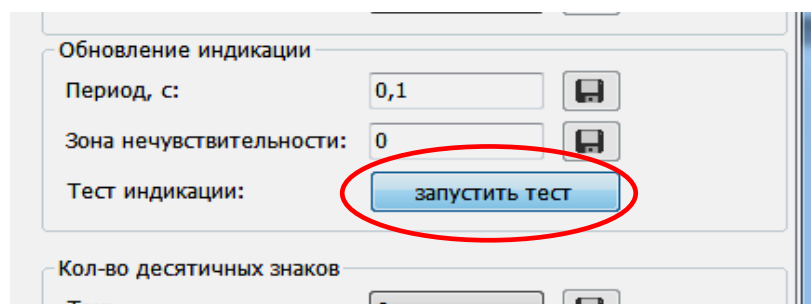

Рисунок 13 – Тест индикации
- в основном окне программы во вкладке «Режим» нажать кнопку «запустить тест» (рисунок 13).